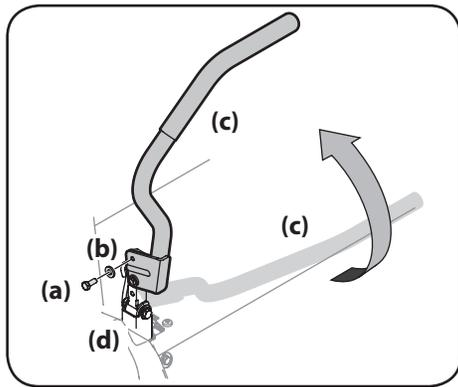

Figura 2-4
2. Levante y gire esa palanca de control (c) hacia arriba hasta que el orificio ranurado del soporte de la palanca de control (c) quede alineado con uno de los orificios del soporte de pivote (d). Consulte Figura 2-4.
3. Deslice la arandela plana (b) hacia el tornillo hexagonal (a). Desde afuera, inserte el tornillo hexagonal (a) con arandela (b) a través de la ranura de la palanca de control (c) y el orificio del soporte de pivote (d). Consulte Figura 2-4. Ajuste el tornillo con una llave de 1/2" pero no lo ajuste completamente.